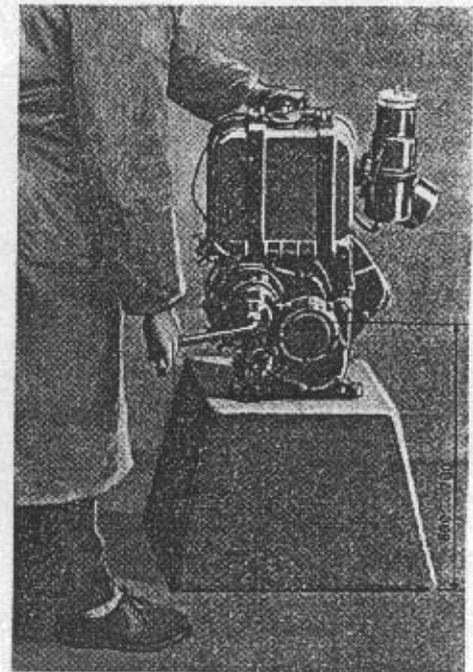

Bild 7. Einbaulage der Motoren
- f) Für Motoren mit Handstart muß die Aufstellhöhe, um ein kräftiges Durchdrehen von Hand ohne Schwierigkeiten zu ermöglichen, etwa 60 bis 70 cm vom Boden betragen, siehe Bild 7.